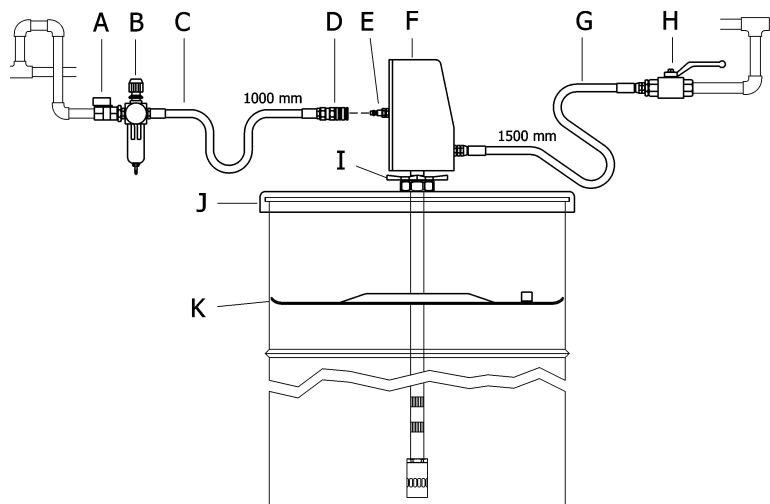

Fig. 3
See figure 3 for a typical installation with all the recommended accessories for the pump to function properly.
La figure 3 nous présente à titre informatif une installation type dotée de tous les éléments recommandés pour son bon fonctionnement.
5. Slide an open end wrench over the flats of the lower part of the air piston (36) and unscrew the nut (59) and remove the washer (58) (fig. 3).
5. Introducir una llave plana en el fresado del eje pistón de aire (36). Aflojar y quitar la tuerca (59) y retirar la arandela (58) (Fig. 3).